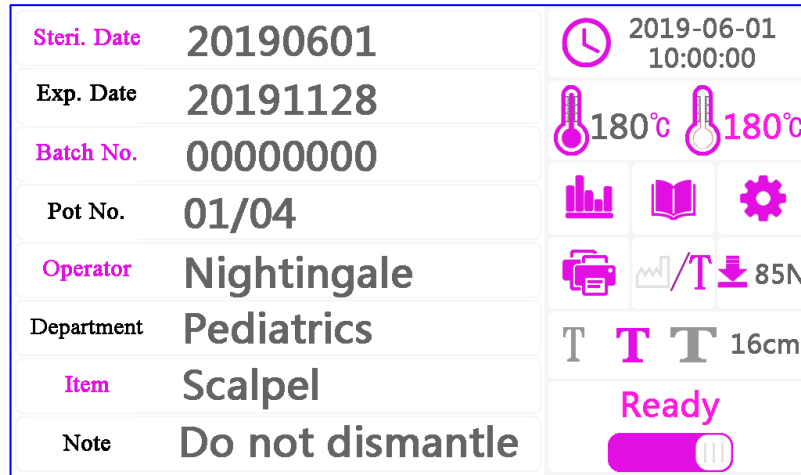
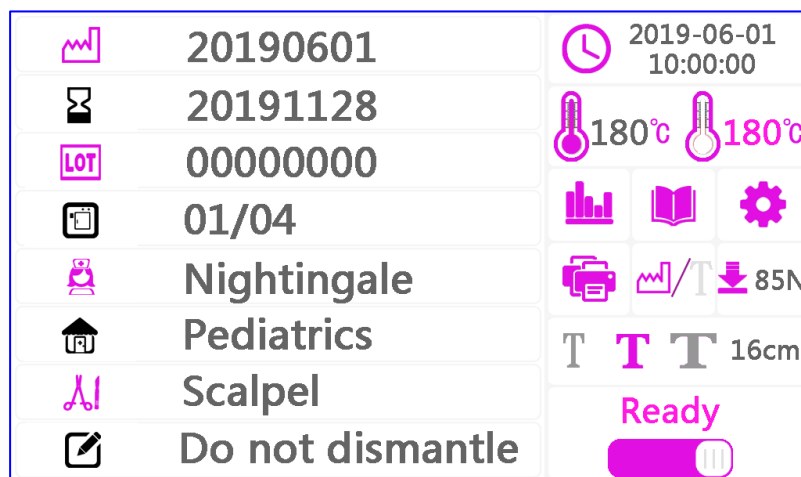

Figura 3. Interfaz
Figura 4. Interfaz simbólica
1. Introducción de la interfaz: la interfaz de trabajo de la máquina se muestra en la Figura 3 y la Figura 4. La Figura 3 es la interfaz en inglés. La figura 4 es la interfaz de trabajo simbólica. La interfaz de trabajo se divide en dos áreas: la distribución y la definición de los botones.
Después de ingresar a la interfaz de trabajo (Figura 3) o (Figura 4), el estado de trabajo actual se muestra en la parte inferior de la pantalla. Durante el proceso de calentamiento y calentamiento, las palabras "calentamiento" se mostrarán en la parte inferior de la pantalla, y las palabras "enfriamiento" se mostrarán durante el proceso de enfriamiento. Cuando la temperatura alcanza la temperatura establecida , El dispositivo mostrará la operación de sellado. Si el dispositivo entra en estado de espera. Luego muestra "En espera". En este momento, solo es necesario colocar el artículo empaquetado en la abertura de la bolsa para activar el sistema y el dispositivo entrará en estado de funcionamiento.